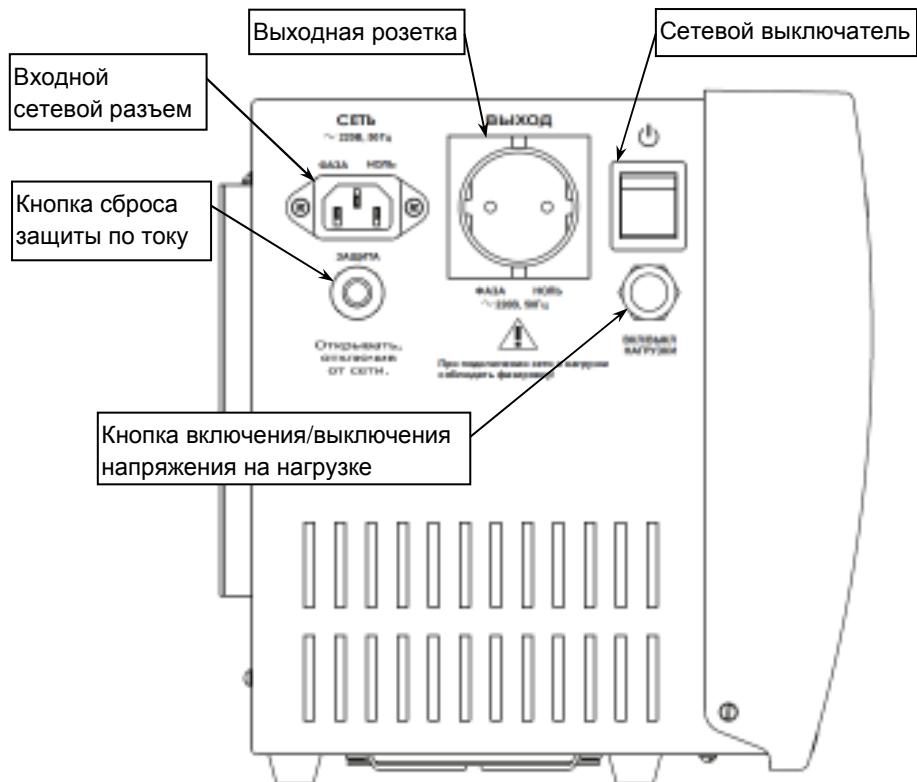

Рисунок 2 — Вид изделия слева
На левой стенке корпуса изделия размещены: входной сетевой разъем, автоматический предохранитель с кнопкой сброса защиты при его срабатывании, выходная розетка, сетевой выключатель и кнопка включения/выключения выходного напряжения на нагрузке (см. рисунок 2).
- Включить изделие, установив сетевой выключатель в положение «ВКЛЮЧЕНО» (I). При наличии входного сетевого напряжения в допустимом диапазоне (см.п.2 таблицы 1), изделие включит графический индикатор, заряд АКБ и подаст напряжение на нагрузку в режиме «ОСНОВНОЙ»;
- Чтобы выключить изделие, необходимо установить сетевой выключатель изделия в положение «ВЫКЛЮЧЕНО» (O) и длительно (до звукового сигнала) нажать кнопку включения/выключения напряжения на нагрузке (см. рисунок 2). Изделие выключит графический индикатор, заряд АКБ и напряжение на нагрузке.
Длительно, до звукового сигнала нажмите кнопку (см. рисунок 2) изделие выключит выходное напряжение, все сегменты индикатора погаснут.
Переключите сетевой выключатель в положение «ВЫКЛЮЧЕНО» (О). Длительно, до звукового сигнала нажмите кнопку (см. рисунок 2). Прозвучит четырехкратный бип-сигнал, сегмент **РЕЗЕРВ** индикатора включится, изделие перейдет в режим питания нагрузки от АКБ («РЕЗЕРВ»).